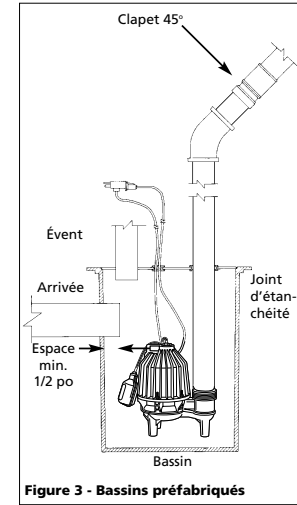

Figure 3 - Bassins préfabriqués
- Cette pompe a un interrupteur à longe détachable avec une fiche superposée (Voir figure 3). La longueur du longe (distance du cordon du flotteur à la pince)